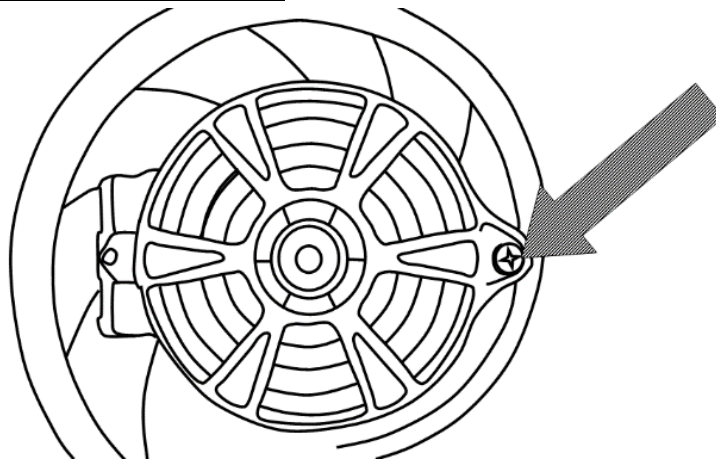

Abb. 3
### MONTAGE DER SAUGROHRE (Abb. 3, 4)
1. Drücken Sie den Vorsprung der Abdeckung mithilfe eines Kreuzschlitz-Schraubendrehers nieder und lösen Sie die Schraube an der Abdeckung, sodass sich die Abdeckung des Saugeingangs öffnet. (Abb. 3)